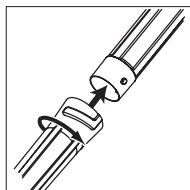

Fig. 02
3. Gire o tubo inferior no sentido horário até travar [Fig. 02].